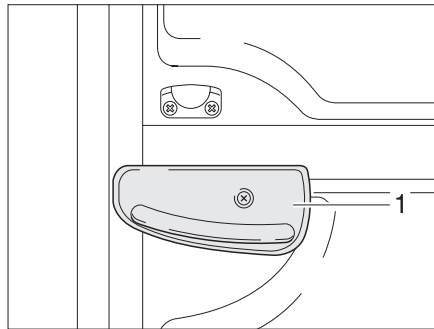

Fig. 22 Palanca de bloqueo en la parte inferior de la puerta
- Bloquear la parte inferior de la puerta. Para ello, girar la palanca de bloqueo (Fig. 22,1) un cuarto de vuelta en sentido de las agujas del reloj.